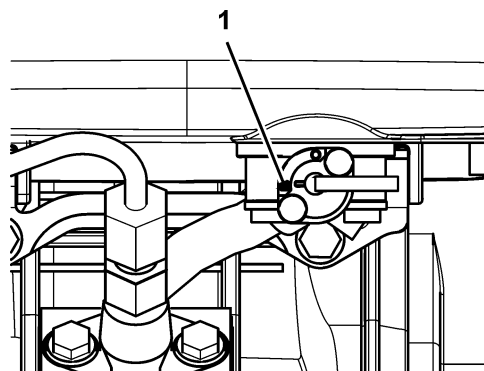

Рисунок 23
1. Перевести рычаг топливного крана в закрытое положение (позиция 1, Рисунок 23).